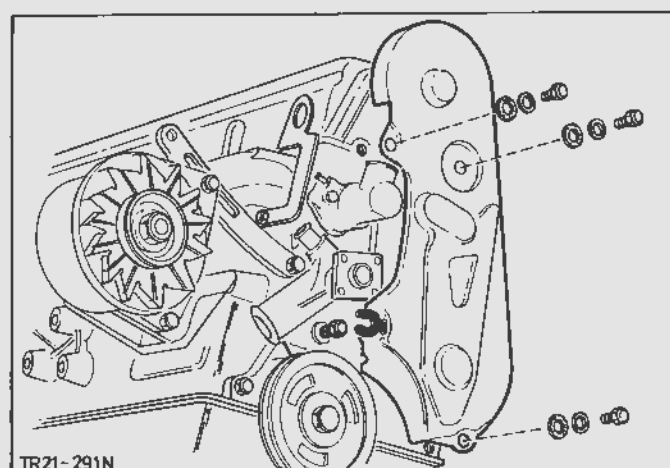

Fig.127. Tandremsdæksel med monteringsdele
10. Monter tandremsdækslet, Fig.127, og tilslut batteriets stelforbindelse.